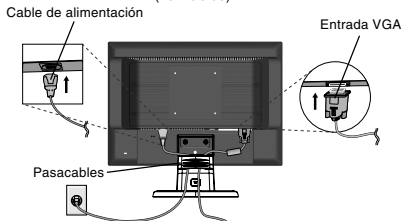

Figura B.1
3. Conecte un extremo del cable de alimentación al monitor y el otro a la toma de corriente. Use el pasacables para colocar juntos el cable de señal de video y el cable de alimentación (figura B.1).
Conecte el pasacables a la base. Inserte los corchetes del pasacables en los orificios situados en la parte posterior del soporte y deslice el pasacables hacia abajo hasta que encaje en su sitio (figura B.1).